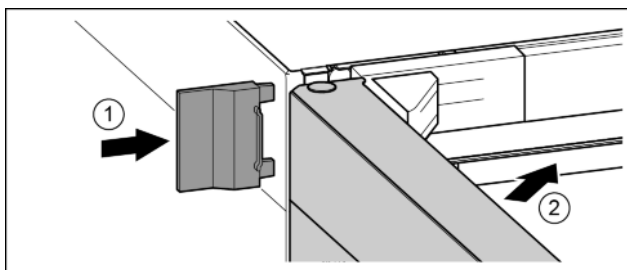

Fig. 19
- ▶ Насуньте зовнішню кришку. Fig. 19 (1)
- ▶ Закрийте верхні дверцята. Fig. 19 (2)